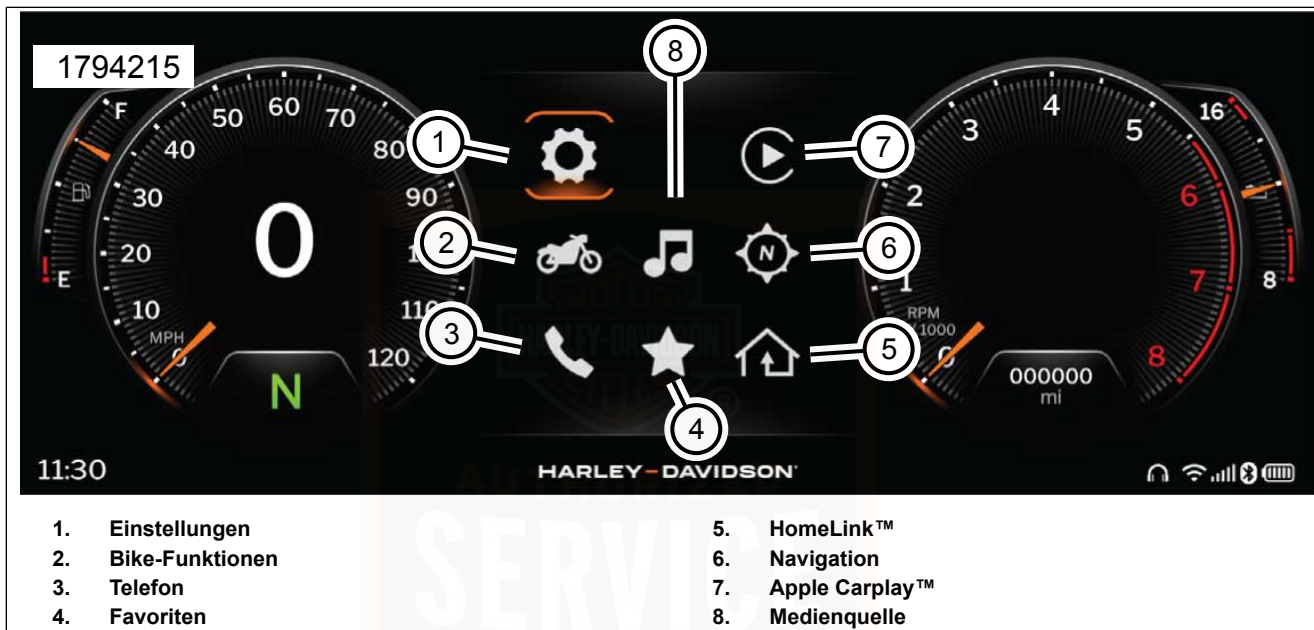

Abbildung 80. IFCU-Menü-Auswahloptionen
- a. Siehe Abbildung 80. Mit dem linken Handbedienelement oder dem Touchscreen zu **> System > Systeminformationen > Produktinformationen** navigieren. Dieses Menü zeigt die aktuelle Software-Version auf der IFCU. Siehe **FUNKTIONSWEISE > INFOTAINMENT-STEUEREINHEIT (IFCU)** (Seite 110).